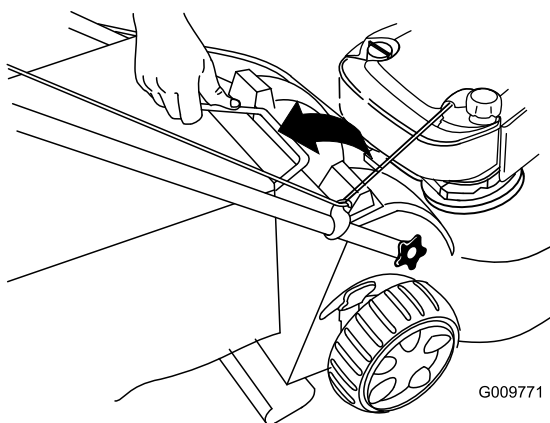

Figura 33
2. Retire el asa de la bolsa de recortes de las ranuras de la parte superior del cortacésped y retire la bolsa del cortacésped (Figura 33).